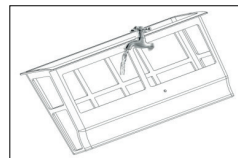

Figure 4
- Nettoyez les deux paniers du filtre et le robot à l'eau claire (voir figure 4).